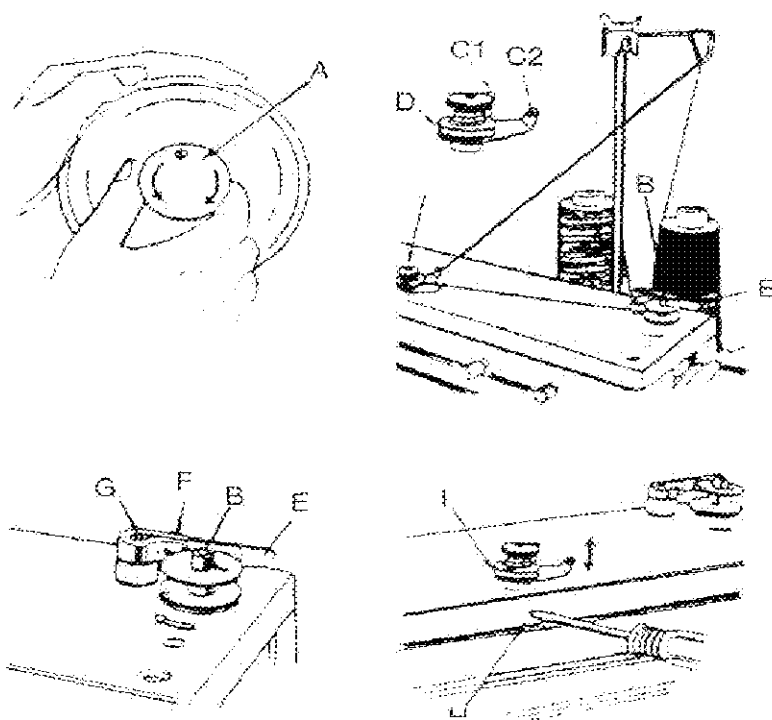

Рисунок 8
4. Вращение нити вокруг ядра челнока (см. рисунок 8)